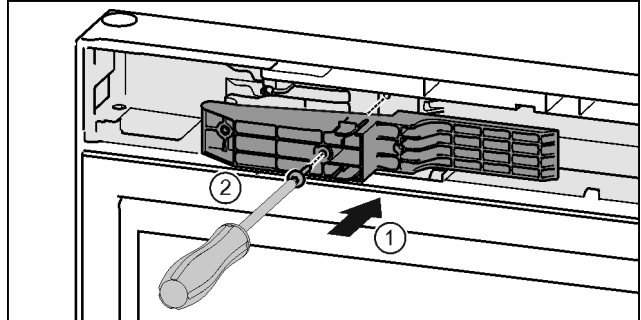

Fig. 48 *
- ▶ Aseta sovitinkappale kahvapuolelta syvennykseen. Fig. 48 (1)*
- ▶ Kiristä ruuvit T15-ruuvimeisselillä. Fig. 48 (2)*